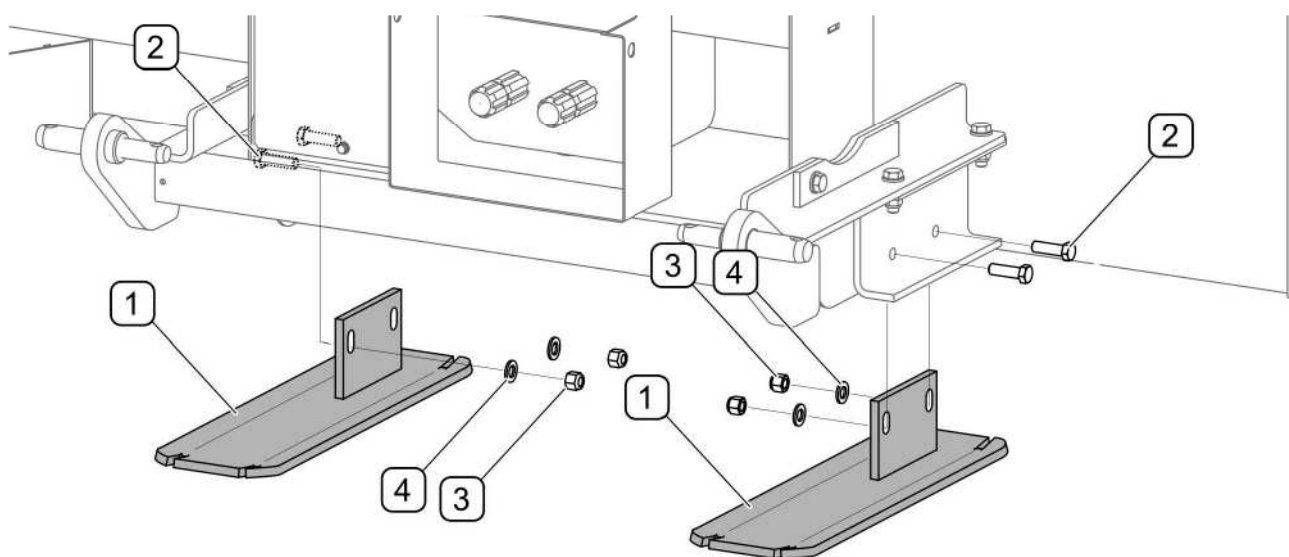

РИСУНОК 5.5 Замена и регулирование полозьев
Отработанные и поврежденные полозья нужно заменить новыми. Для этого нужно поднять снегоочиститель и поставить на стабильные и прочные упоры. Если машина навешена и поднята на трехточечной системе навески, то необходимо дополнительно предохранить его от оседания, □ выключить двигатель трактора и поставить его на стояночный тормоз. Отвинтить гайки (4), вынуть болты (3) крепления полозьев (1) к раме (РИСУНОК 5.5). Проверить полоз на наличие повреждений или чрезмерного износа. Перечень элементов полозьев и их номера в каталоге представлены в ТАБЛИЦА 5.3